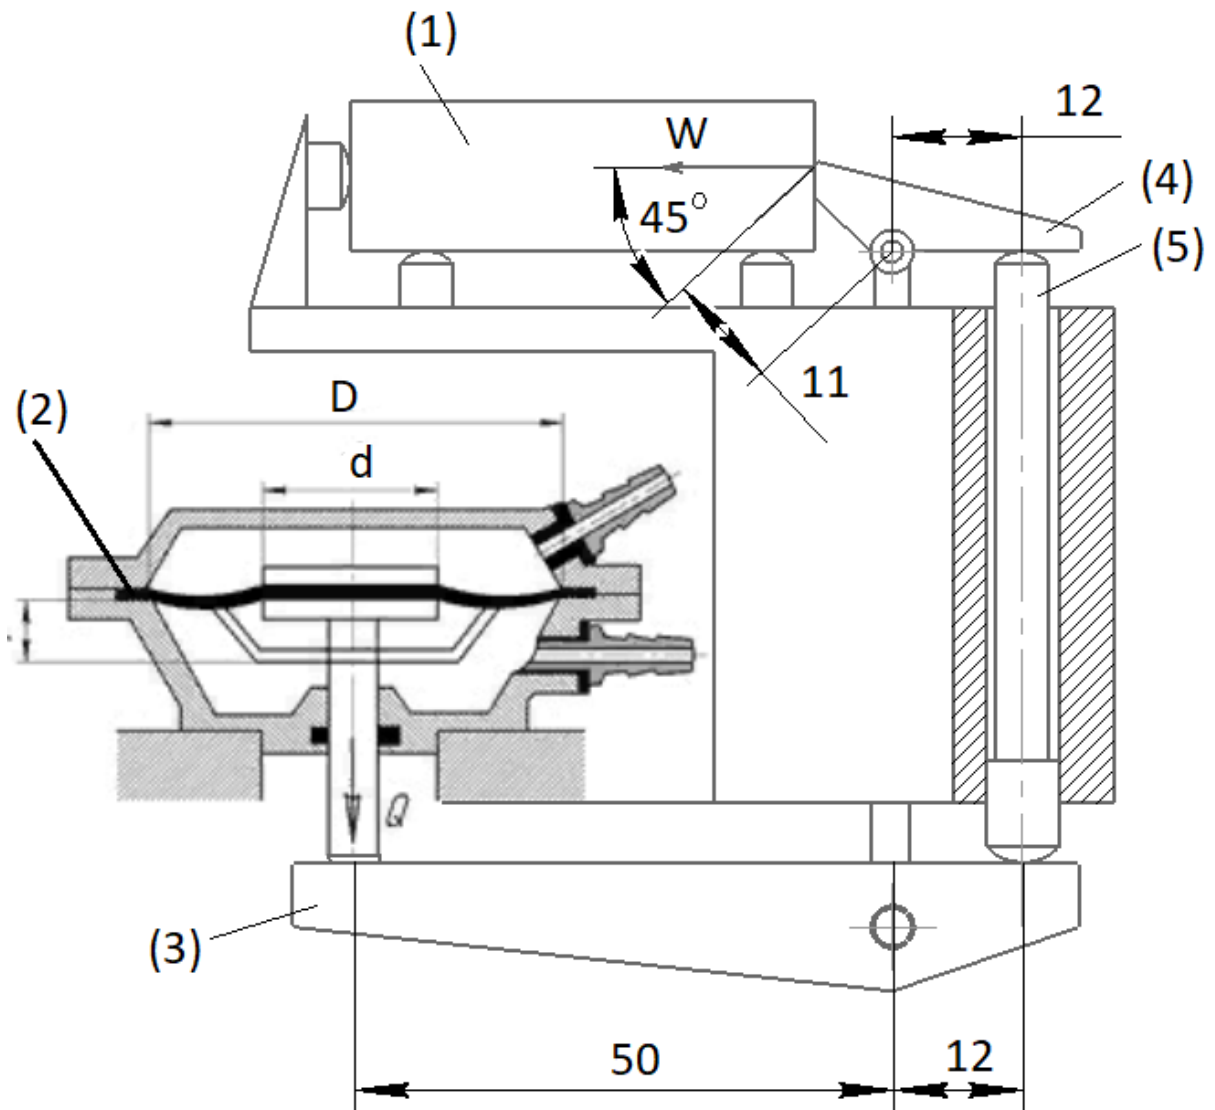

Рис. 3
На металлообрабатывающем центре фрезеруется деталь (1) 3D принтера, которая закрепляется в зажимном приспособлении с пневмоприводом. Пневмопривод состоит из пневмокамеры двустороннего действия с резиноканевой диафрагмой (2), рычага (3), рычага (4) и тяги (5). Требуется определить, какая сила  $W$  будет приложена к детали, если диаметр диафрагмы пневмокамеры равен  $D=125$  мм, диаметр опорной шайбы  $d=88$  мм, рабочее давление воздуха, поступающего в пневмокамеру  $p=0,4$  МПа; КПД всего привода  $\eta=0,9$ , остальные параметры приведены на рис. 3.